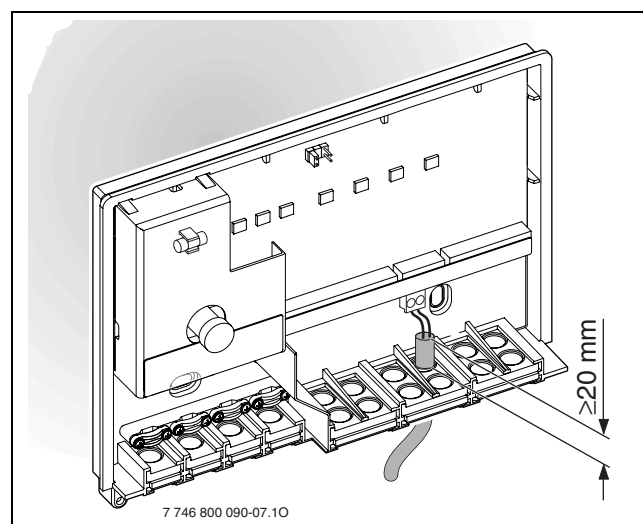

Fig. 12 Protezione da spruzzi d'acqua
Protezione contro gli spruzzi d'acqua (IP): posare i cavi in modo che la guaina si inserisca per almeno 20 mm nel passacavo (→ fig. 12).